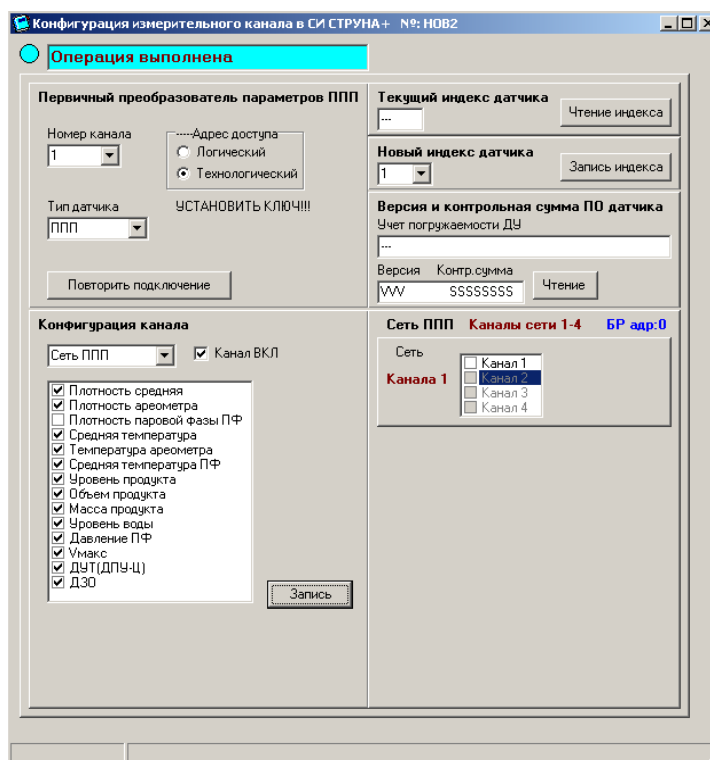

Рисунок 5.27 1-й канал с ТОД Сеть ППП
5.6.5.1 Установить параметр формы ФКИК «Номер канала» равным 1. Установить параметр «Конфигурация канала» для канала 1 – Сеть ППП и нажать на кн. «Запись» (рисунок 5.27). В результате справа формы отобразится панель «Сеть Канала 1». При этом пока к сети можно подключить только датчики канала 1 (наличие светлого квадрата рядом с надписью справа «Канал 1»). Также на форме для канала 1 появляются средства для выбора «Адреса доступа» к датчикам канала 1. Значения параметра «Адреса доступа» «Логический» и «Технологический» описано в п. 5.6.2